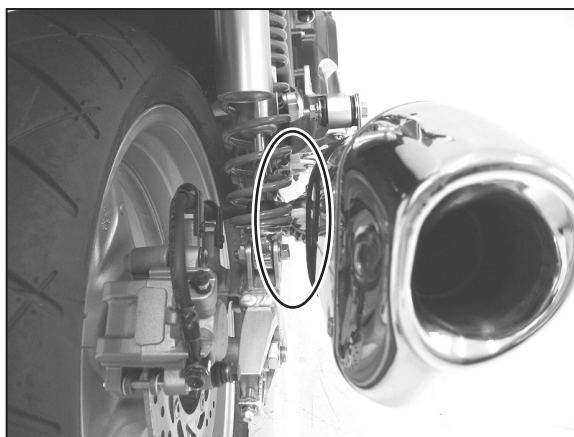

FIG. 7
7. 車両後方から見てサイレンサーの角度やマフラーと車両のクリアランスを調整し、クランプバンド→サイレンサーバンドの順に規定トルクで締め付けて下さい。(FIG. 7, 8参照)